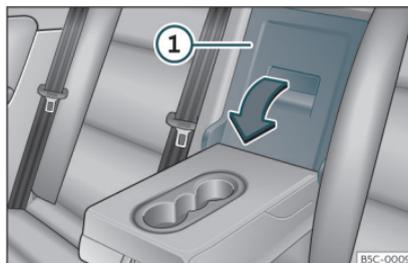

Fig. 115 Dans le dossier de la banquette arrière : ouverture de la trappe.
- Tirer sur le levier de déverrouillage dans le sens de la flèche et rabattez complètement le couvercle de la trappe de chargement » » **fig. 115** ① vers l'avant.